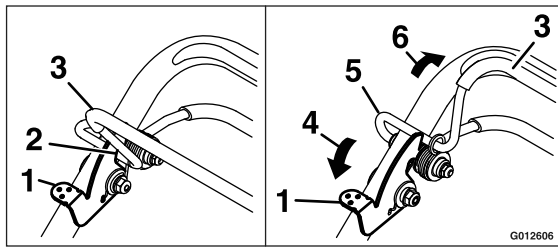

Figura 10
- Empuje la palanca de bloqueo del control de la cuchilla hacia adelante para liberar la barra de control de la cuchilla (Figura 10).